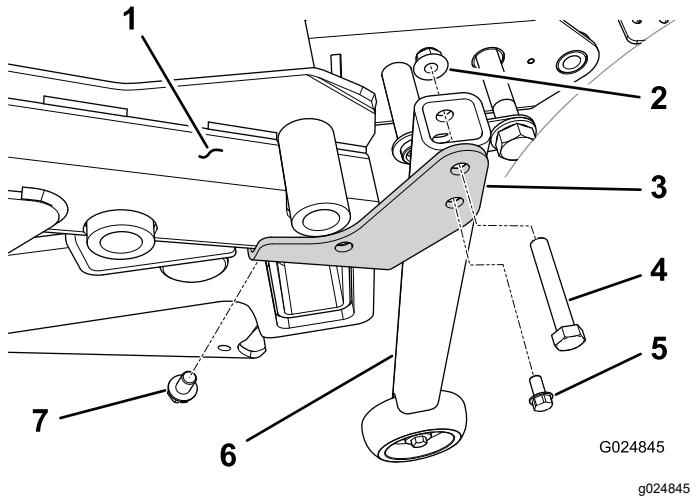

Bild 48
der entsprechenden hinteren Kante des Mähwerkrahmens (Bild 48)
4. Befestigen Sie die Rolle mit einer Schraube ($\frac{3}{8}$ " x $2\frac{1}{4}$ ") und Bundmutter an jeder Umrüstungshalterung (Bild 48).